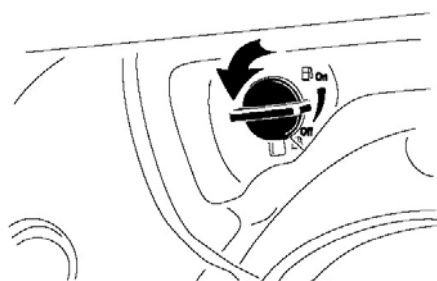

Рисунок 24.
2. Поверните клапан подачи топлива на 1/4 против часовой стрелки, чтобы открыть его (Рис. 24).